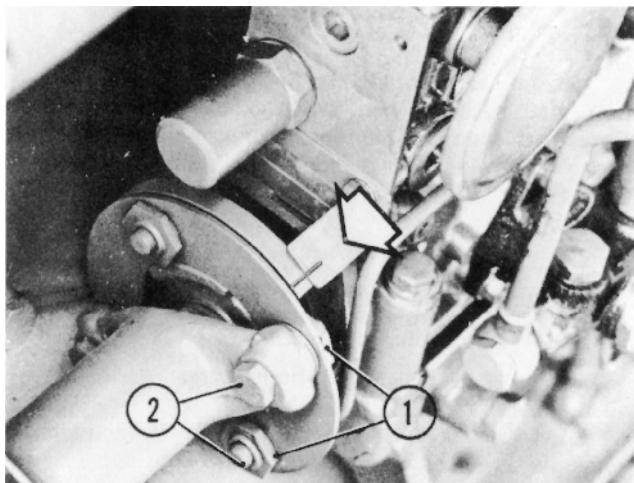

Fig. 117. Pumpkoppling
3. Vrid pumpaxeln i rätt rotationsriktning tills märkningen på pumpkopplingen kommer mitt för märkningen på plåten enligt fig. 117.
4. Montera insprutningspumpen. Vid åtdragning av skruvförbanden skall dragningen göras på skruvarna 2, fig. 117.